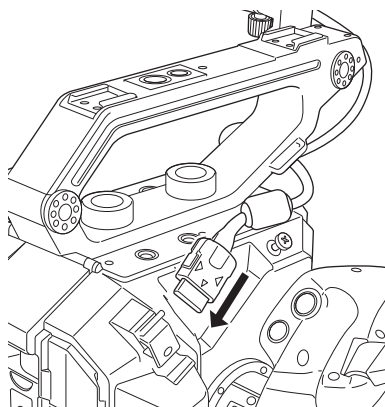

図 2
- 3 <LCD> 端子の端子カバーを開け、<LCD> 端子に液晶モニターユニットのケーブルを接続する。(図 2)